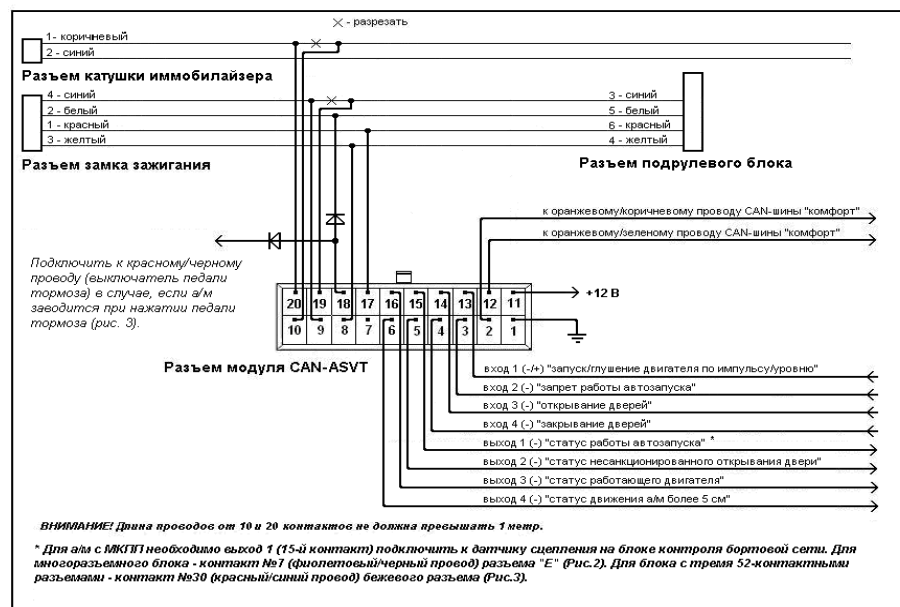

Рис. 5. Схема подключения модуля CAN-ASVT на VW Golf VI/Vi+, Touran, Tiguan, Jetta, Caddy
6. Коммутируйте провода разъема модуля согласно схемы подключения (Рис.5).